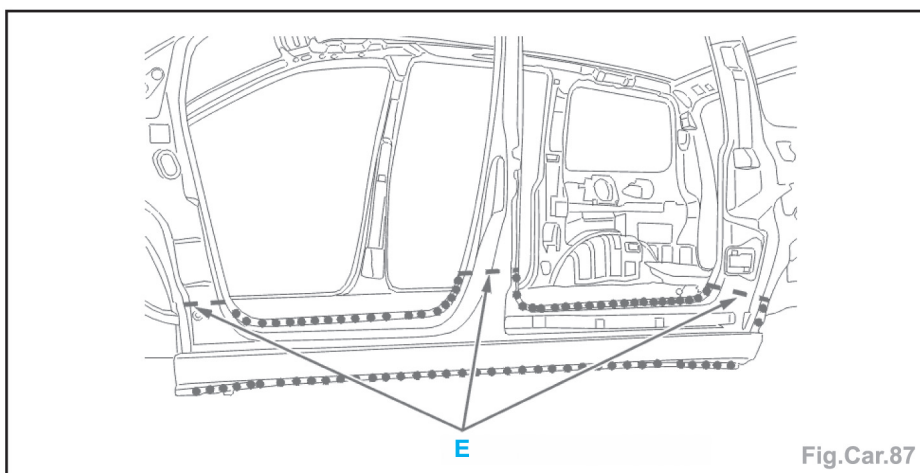

Fig.Car.87
- Souder par cordons successifs au MIG (suivant **E**) (Fig.Car.87).